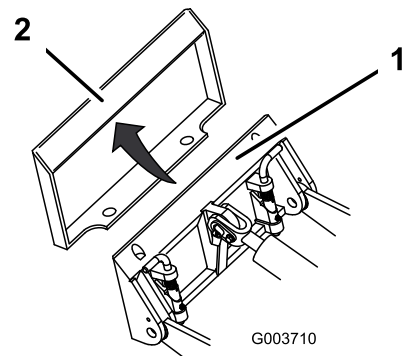

Figura 24
4. Poziționați placa de montare în buza superioară a plăcii de fixare a dispozitivului de ataare (Figura 24).